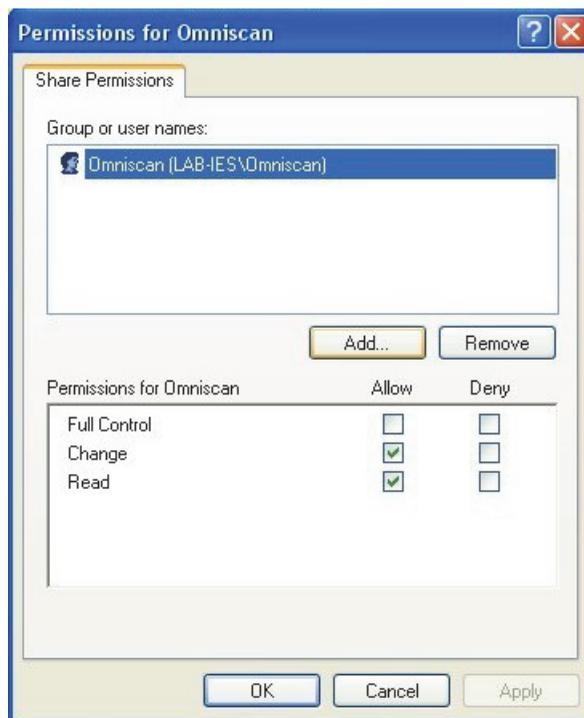

Figure 7-17 Boîte de dialogue **Permissions for OmniScan (Windows XP)**
11. De retour dans la boîte de dialogue **Permissions for OmniScan** (Autorisations pour OmniScan), sélectionnez **Change** (Modification) et **Read** (Lecture) dans la colonne **Allow** (Permissions), et puis cliquez sur **OK** (voir la Figure 7-17 à la page 229).